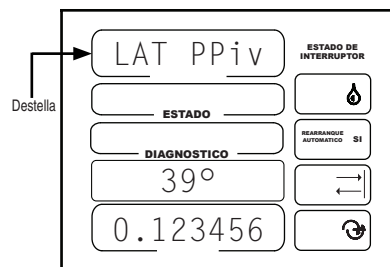

Figura 60-2
1. LAT PPiv debe estar destellando y se visualiza de valor de latitud de la base del pivot. La latitud predeterminada es 90°. Vea la Figura 60-2.